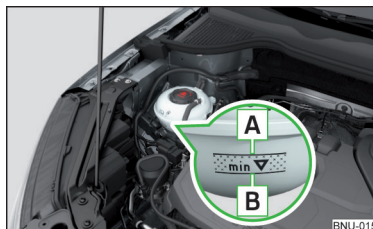

Fig. 309
Vérifier le niveau du liquide de refroidissement - Le niveau du liquide de refroidissement doit être compris entre les repères **A** et **B** » fig. 309. Si le niveau de liquide de refroidissement se situe sous le marquage **B**, remplissez de liquide de refroidissement.
Les **spécifications** du liquide de refroidissement sont mentionnées sur l'emballage du liquide de refroidissement » fig. 309.
- Ne versez pas le liquide de refroidissement au-delà de la marque **A** » fig. 309 . En cas de réchauffement, le liquide de refroidissement pourrait être pressé hors du système de refroidissement - risque d'endommagement des pièces du moteur.